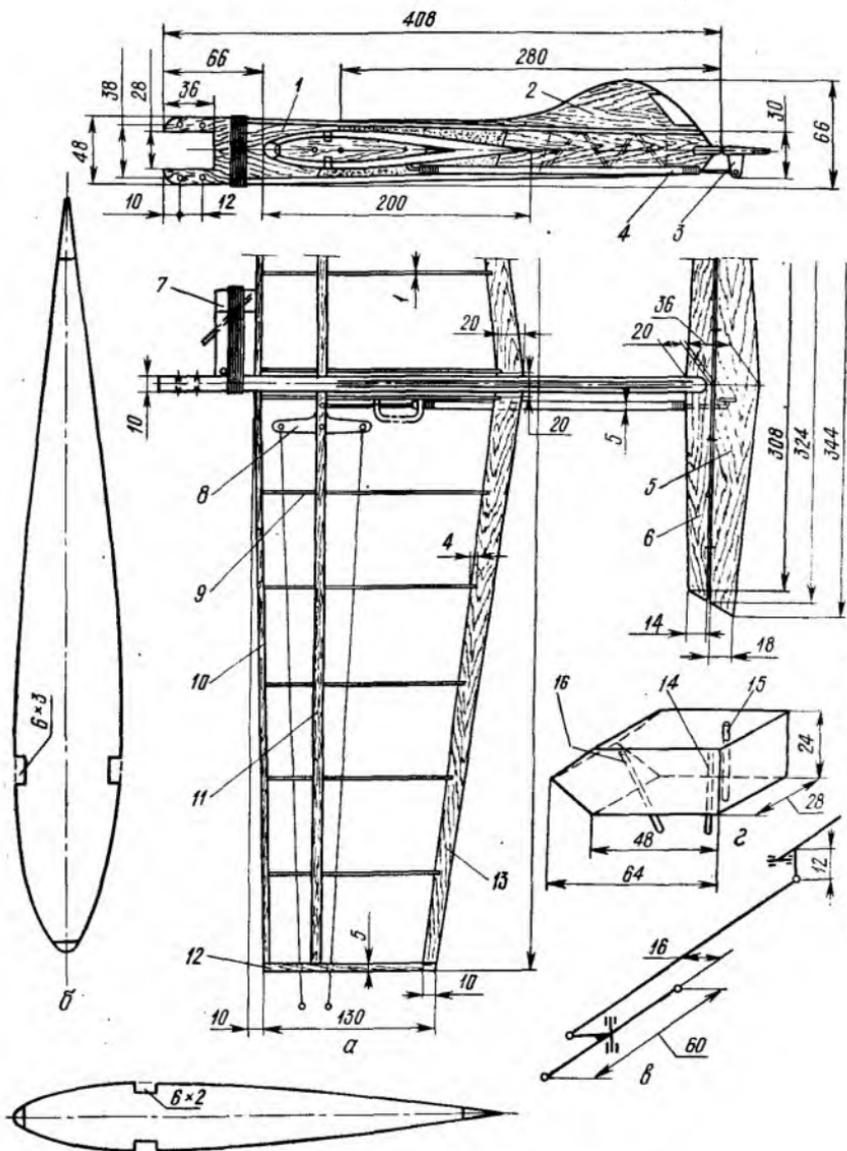

Рис. 37. Модель воздушного боя «Орленок»:
**Модель конструкции Г. Безрука** (рис. 37). С этой моделью ее создатель успешно выступал на соревнованиях по воздушному бою во Всероссийском пионерском лагере «Орленок». Простота в изготовлении, неплохая скорость и маневренность — вот главные качества модели.